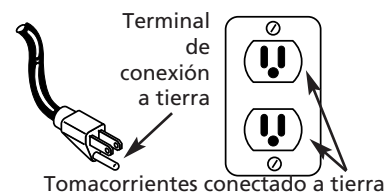

Figura 1 - Méthode de mise à la terre
1. Este producto está diseñado para circuitos nominales de 120 voltios y tiene un enchufe para conexión a tierra similar al de la Figura 1. Cerciórese de conectarlo a un tomacorrientes cuya configuración sea similar a la del enchufe. Este producto se debe conectar a tierra. En caso de que ocurra un cortocircuito, esto evitaría el riesgo de choque eléctrico al ofrecerle un cable de desvío a la corriente eléctrica. Este producto tiene un cordón con un alambre y terminal de conexión a tierra. Debe conectarlo a un tomacorrientes que esté instalado adecuadamente según los códigos y ordenanzas locales.